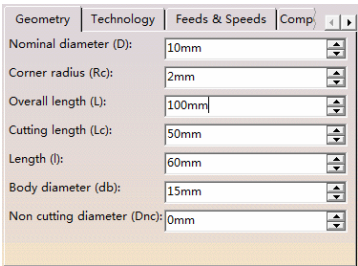

图 3-107 定义刀具参数（5）
- 单击“More”按钮，单击“Geometry”选项卡，定义刀具参数（5）如图 3-107 所示。